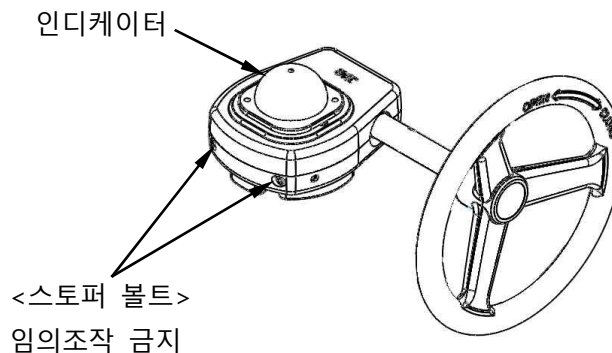

Figure 10. 기어박스
- 기어박스의 스토퍼 볼트를 임의로 조작하지 마시길 바랍니다. 스토퍼 볼트를 임의로 조작할 경우, 디스크 위치가 변경되어 누수가 발생할 수 있습니다. (Figure 10.)